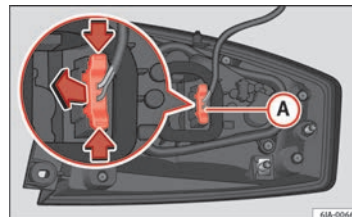

Fig. 157 Conector do farolim na parte posterior da unidade de luz traseira
- Desligue o conector (A) ⇒ Fig. 157 do farolim accionando as alavancas laterais do mesmo (setas) e puxando o conector para o exterior.